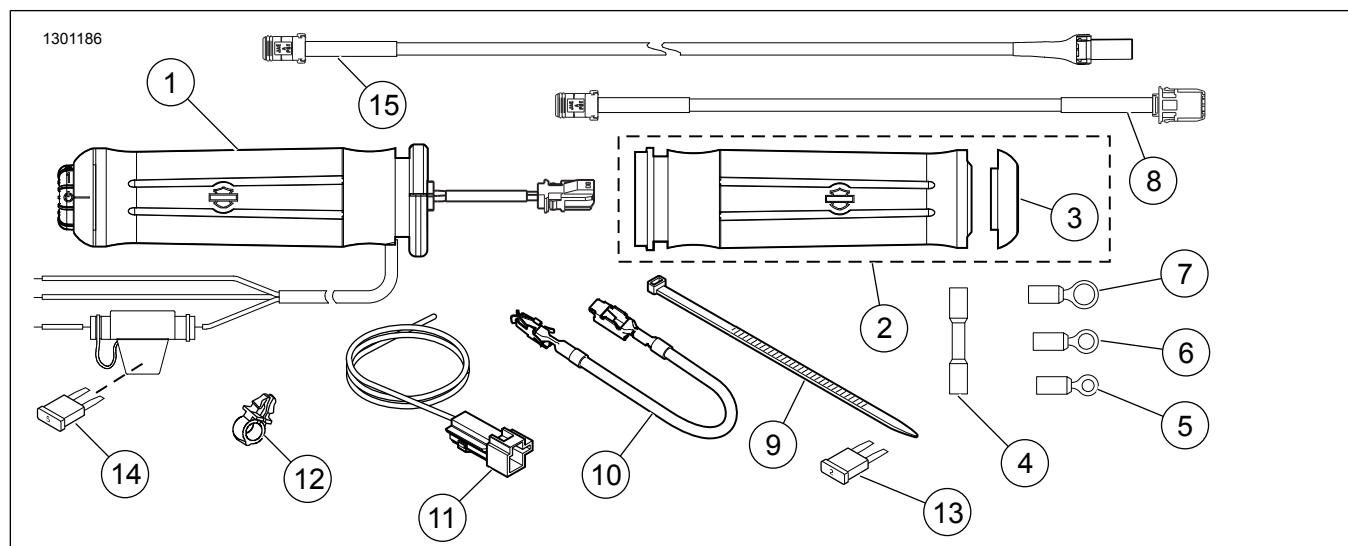

図8。交換用パーツ、ヒートッドハンドグリップキット
2. 「図8」を参照。キットのケーブルストラップ(9)を使用し、ハンドグリップ配線を車両フレームに沿ってワイヤーハーネスに取り付けます。2014年以降のモデル:ステップ15以降に進んでください。